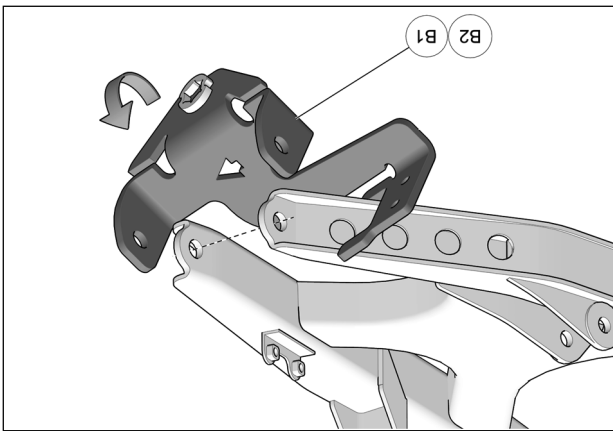

Fig. 6
7. Pivoter l'ancrage (B1-B2) vers le haut pour aligner les trous de fixation de l'ancrage aux trous présents dans le bras de suspension. Voir la Fig. 6